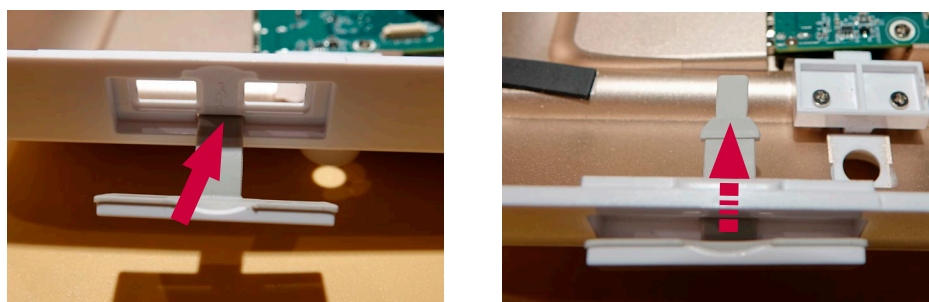

Figure 31 - Installation d'un nouveau capuchon USB
- b) **Insérer le nouveau capuchon USB depuis l'extérieur du boîtier. Pousser doucement l'articulation flexible pour la mettre en place à l'aide d'un tournevis plat, en veillant à ne pas endommager le caoutchouc (Figure 31)**